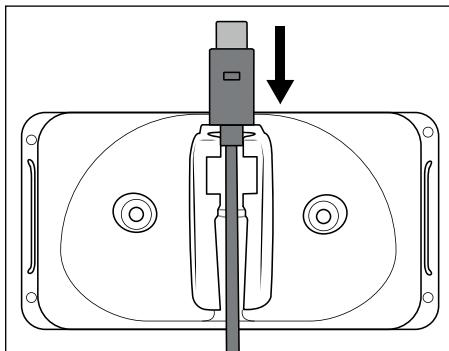
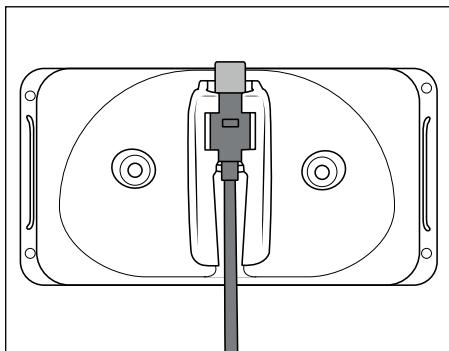

Fig. 1
Fig. 2
- ▶ Assurez-vous qu'aucune ligne électrique ou d'autres lignes ou tuyaux ne se trouvent dans le mur dans lequel vous avez l'intention de percer des trous pour fixer le support mural ③. Il y a en effet danger de mort si vous percez une ligne électrique !
- 1) Insérez la fiche USB-C ⑤ du câble de charge USB ④ dans le support mural ③ (voir fig. 1). Poussez la fiche USB-C ⑤ vers le bas jusqu'à ce qu'elle s'enclenche dans le support mural ③ (voir fig. 2).